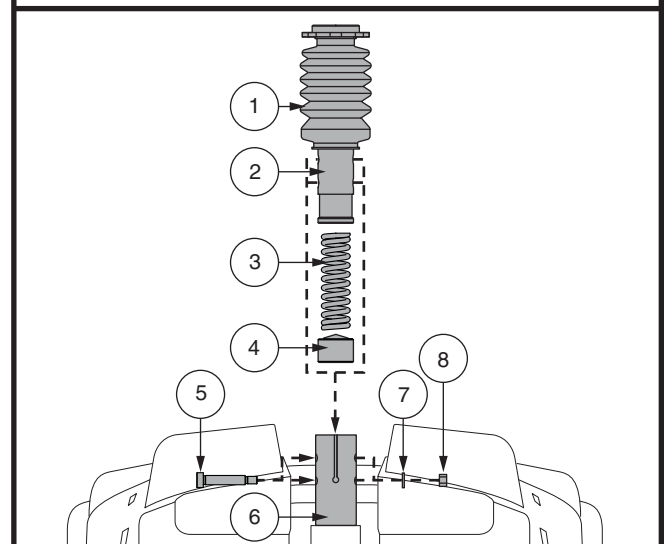

Figure 20. Réglage Hauteur du Siège - Montant du Siège Comfort
4. Poussez vers le bas le montant du siège tout en desserrant et en enlevant le boulon à épaulement, la rondelle et l'écrou. **Voir la figure 20.**
6. Installez le ressort de confort désiré. **Voir la figure 20.**